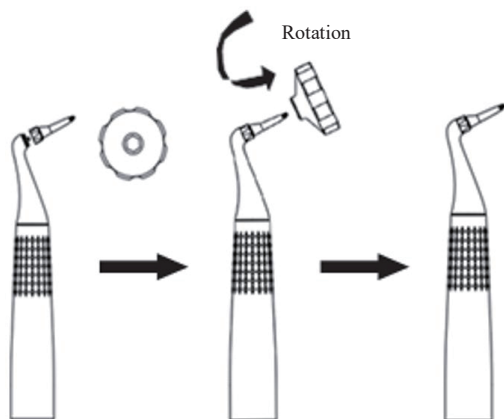

Figure 7 Verrouillage de la buse
3.4.2 Installation de la buse avant utilisation, retirer la buse, assembler la buse à l'extrémité de la pièce à main sous-gingivale. Tournez d'abord l'écrou de la buse vers la pièce à main principale, puis verrouillez la buse à l'aide d'une clé, comme illustré à la figure 7.